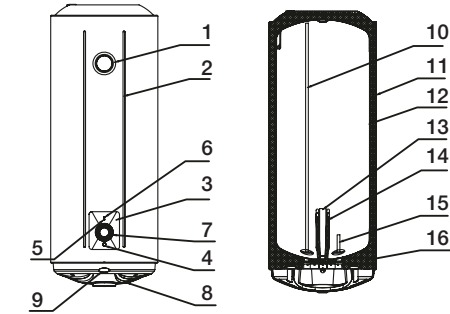

Рис. 1
1. Водонагреватели этой серии оснащены одним электрическим нагревательным элементом и могут работать в режиме полной или половинной мощности соответственно 1500 Вт или 750 Вт (водонагреватели емкостью 150 л в режиме мощности 2400 Вт или 1200 Вт). После подключения к источнику питания начнется нагрев в режиме 750 Вт (1200 Вт). Когда горит индикатор «Full power», значит включен режим полной мощности. Режим мощности регулируется нажатием кнопки «P» (рис. 1, п.4), одновременно будут гореть лампочка нагрева (рис. 1, п.5) и индикатор полной мощности (рис. 1, п.6).
2. Режим половинной мощности выполняет нагрев в режиме энергосбережения; функция быстрого нагрева осуществляется в режиме полной мощности. С помощью ручки регулятора нагрева (рис. 1, п.7) установите требуемый уровень нагрева воды в диапазоне от min до max. Степень нагрева воды будет отображаться на шкале термометра (рис. 1, п.1). Режим «ECO» - экономичный режим, на шкале нагрева соответствует температуре 50-55°C. Нагрев воды отключается автоматически и включается для подогрева автоматически.